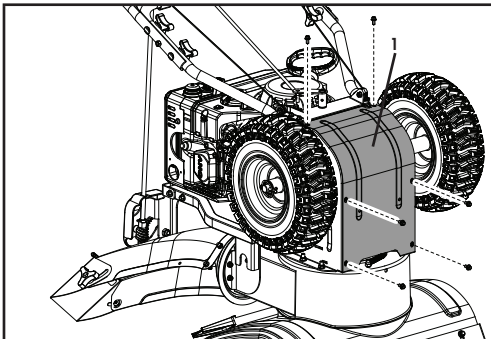

Figure 27
Pendant l'utilisation de la souffleuse à neige, si le levier de commande de la tarière est trop lâche, serrez l'écrou dans le sens contraire des aiguilles d'une montre tout en faisant tourner le boulon vers le haut afin d'atteindre la position de l'écrou (figure 27).
- Enlevez le couvercle de la base du châssis (1) du dessous de la souffleuse à neige en enlevant les 6 vis M6 x 16 qui le retiennent (figure 27).